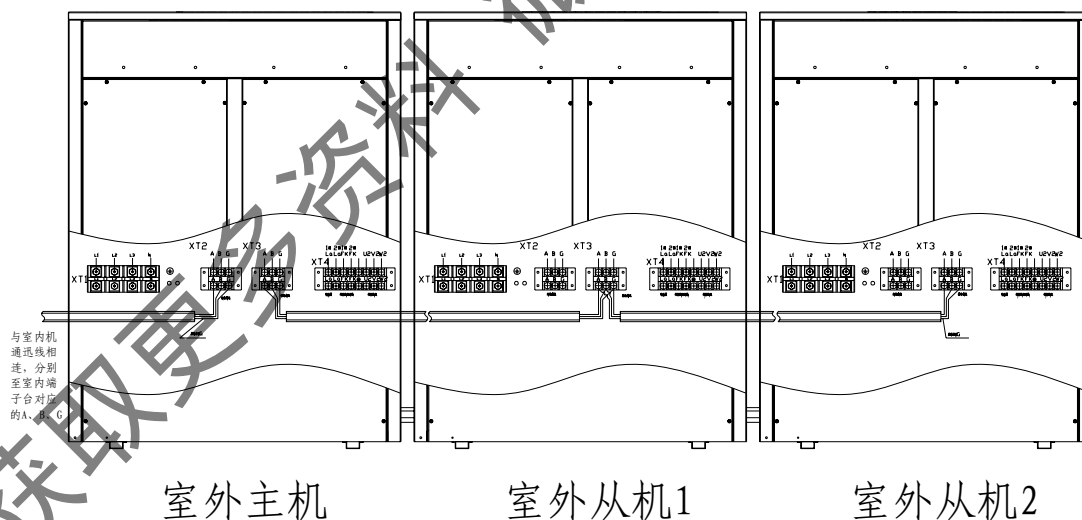

图 76：室外机通讯线接线示意图
- A. 室外机之间的通讯线采用 485 通讯方式，必须采用 2 芯屏蔽线（屏蔽线为编织式，线径大于或等于 1.0mm）进行正确连接，连接方法见室外机之间通讯线连接示意图（图 76）；